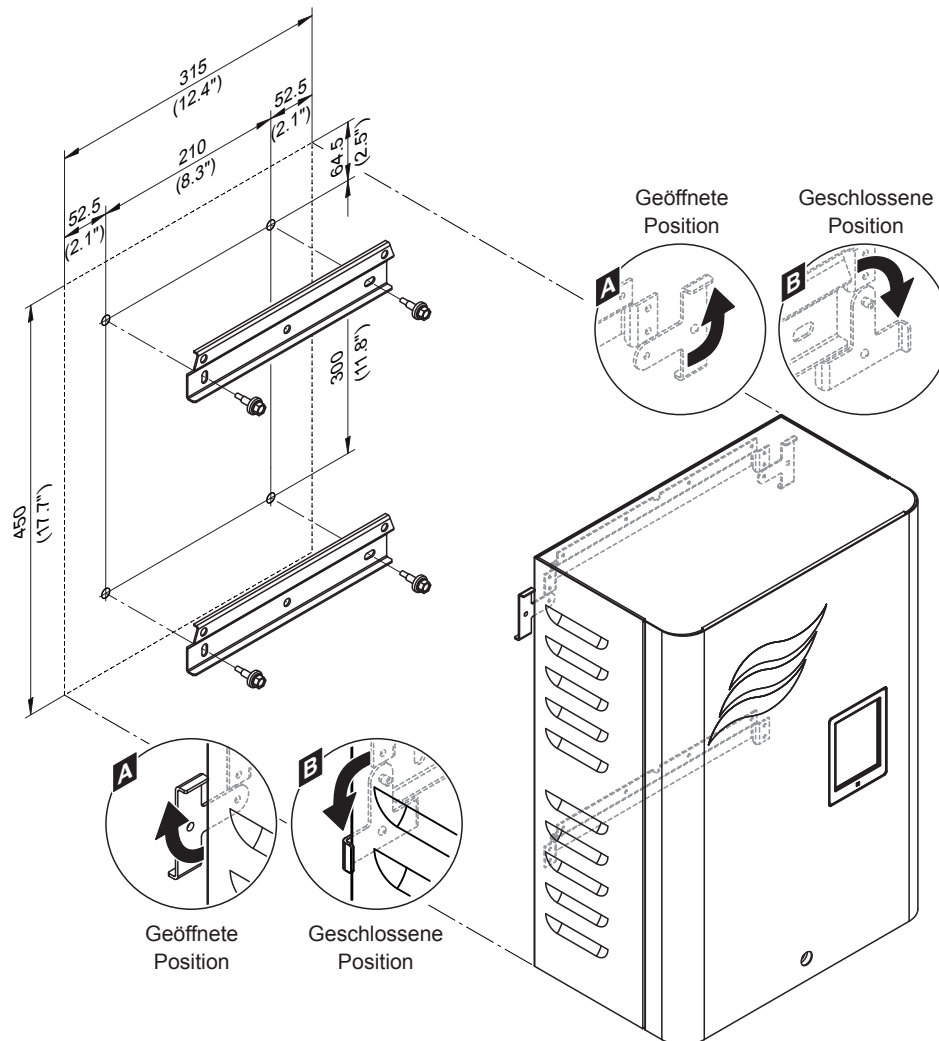

Abb. 33: Steuereinheit Condair ME Control montieren
3. Die beiden Arretierungslaschen auf der Rückwand der Steuereinheit nach aussen drehen (Geöffnete Position, siehe Detail "A" in Abb. 33).
5. Die beiden Arretierungslaschen auf der Rückwand der Steuereinheit nach innen drehen (Geschlossene Position, siehe Detail "B" in Abb. 33), um die Steuereinheit an der oberen Wandhalterung zu fixieren.